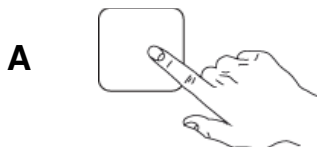

Fig.13
- 4- Chiudere la porta e premere il TASTO "A" per accendere la macchina. (Fig.13)